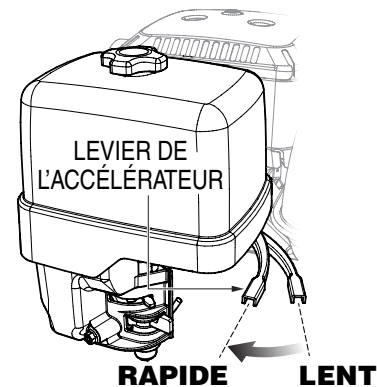

Figure 15. Levier de papillon (position de démarrage 1/3)
3. Éloigner la manette des gaz (Figure 15) de la position lente, à environ 1/3 du chemin vers la position rapide.